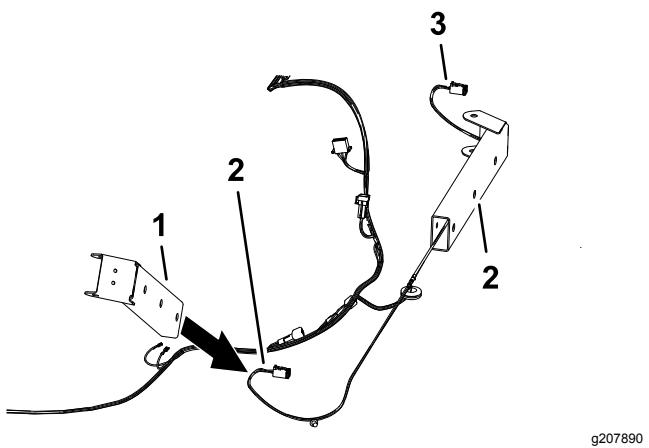

Figura 10
1. Prenda as duas montagens de trabalho nos ramais de cablagem de 112 cm e de 99 cm como se mostra na Figura 10.